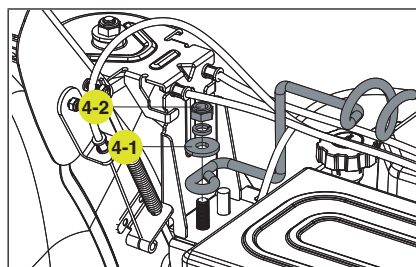

Figure 4
4. Placez la tige de support pour câblage de la goulotte d'éjection sur le support d'éjection à l'aide de la rondelle (4-1) et de l'écrou (4-2). Serrez bien l'ensemble (fig. 4) en utilisant l'outil inclus ou vorte proper cle de 16mm. Cette tige sert de guide par lequel tous les câbles passent au-dessus du moteur depuis la zone de la goulotte.